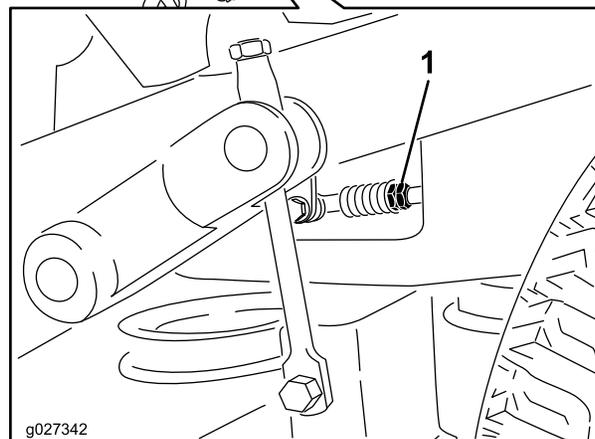

Figura 89
9. Ajuste os comprimentos da barra de controlo da bomba rodando as porcas duplas na barra na direção adequada até as rodas andarem ligeiramente para trás (Figura 89).